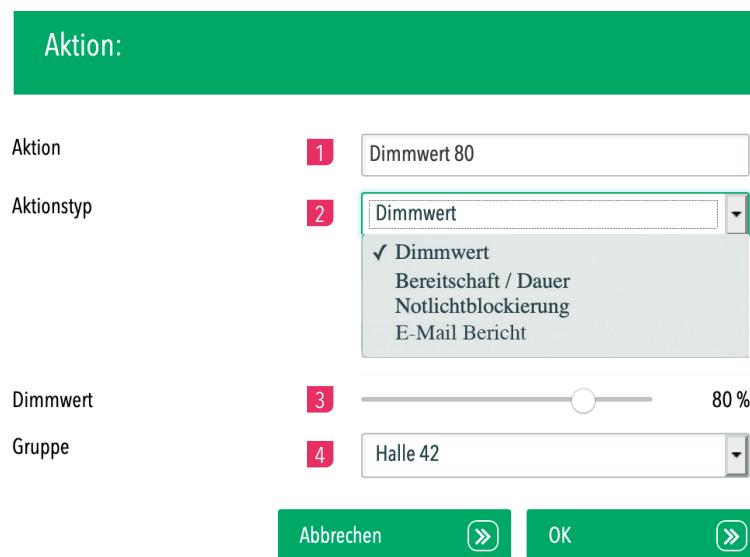

Abbildung 62. Aktionsdialog
- 5 Hinzugefügte Aktionen: Hier können Sie eine neue Aktion hinzufügen. (Details siehe Abbildung 62)